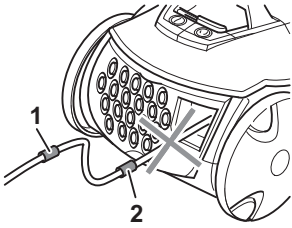
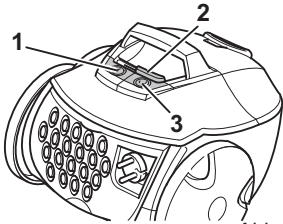

Abb. 10
Abb. 11
2. Ziehen Sie das Kabel am Stecker bis zur gelben Markierung (Abb. 10/1) heraus.
Falls die rote Markierung (Abb. 10/2) sichtbar ist, ziehen Sie das Kabel mithilfe der Kabelaufrolltaste (Abb. 11/3) wieder bis zur gelben Markierung ein. Ansonsten kann das Kabel abreißen. Es besteht die Gefahr eines elektrischen Schlags.
3. Schalten Sie den Bodenstaubsauger am Ein-/Aus-Schalter (Abb. 11/1) ein.
4. Stellen Sie die Saugleistung am Saugleistungsregler (Abb. 11/2) ein.